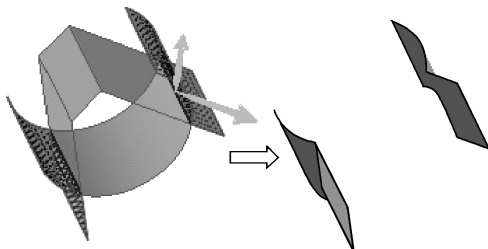

图 8-81 改变第2面组保留侧
(5) 单击对话框中的按钮，表示第2组曲面要保留的侧的黄色箭头反向，图形区模型预览和合成曲面如图8-81所示。